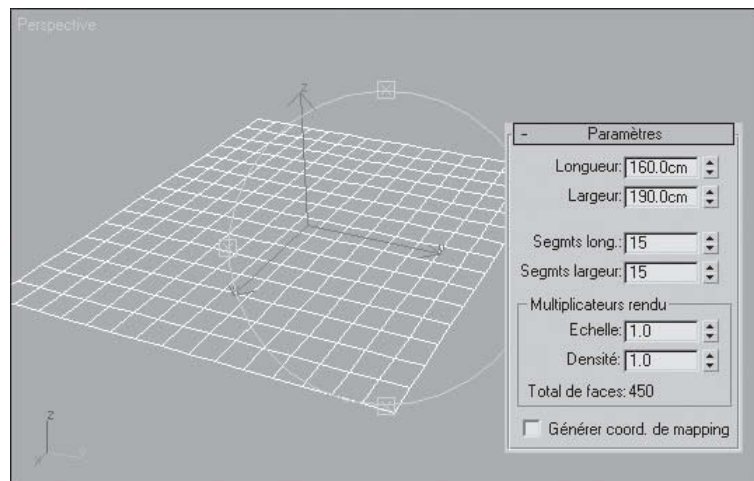

Fig.2.56
- 2] Pointez le premier point dans une fenêtre, puis faites glisser le curseur pour créer le plan (fig.2.56).